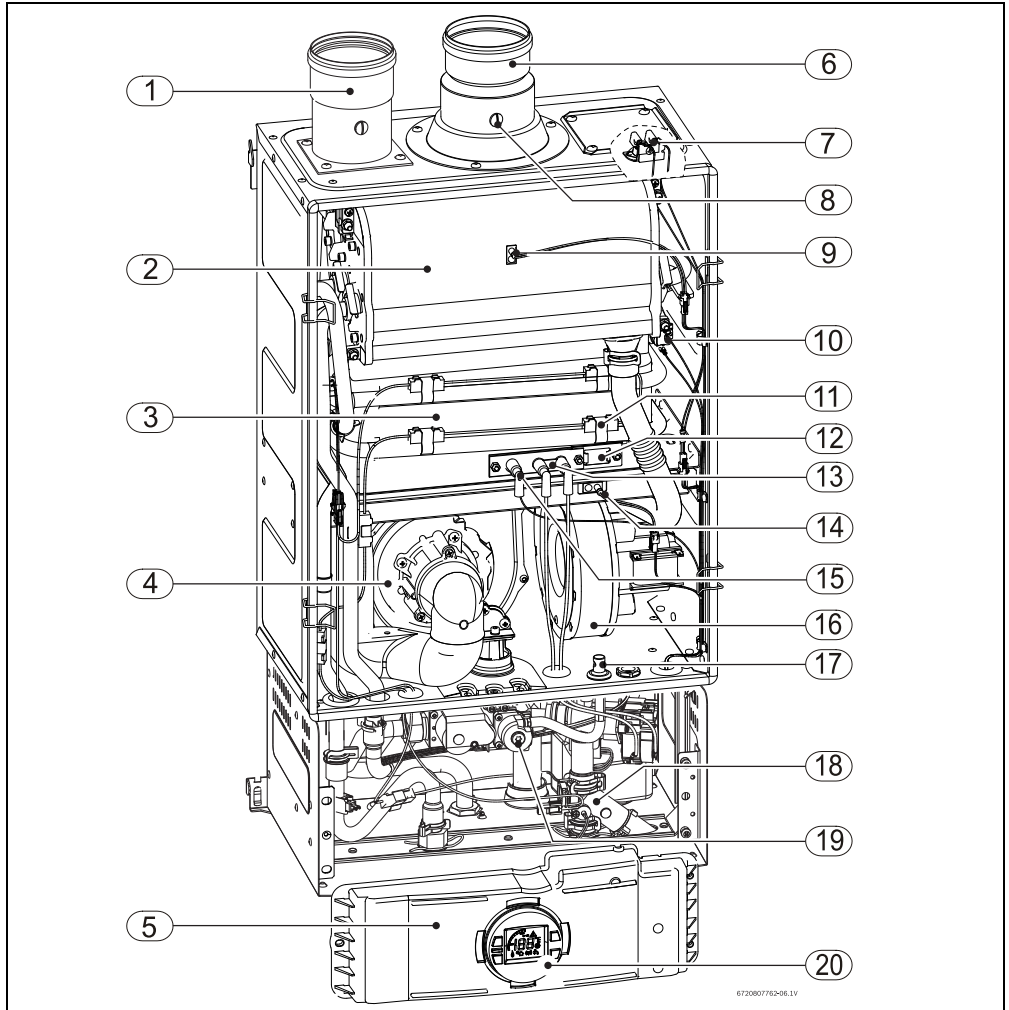

Fig. 2
Ogniqualvolta si apre un rubinetto dell'acqua calda, il flusso-stato (Fig. 2 , pos. 2) invia un segnale all'unità di controllo, dando inizio al ciclo di funzionamento: